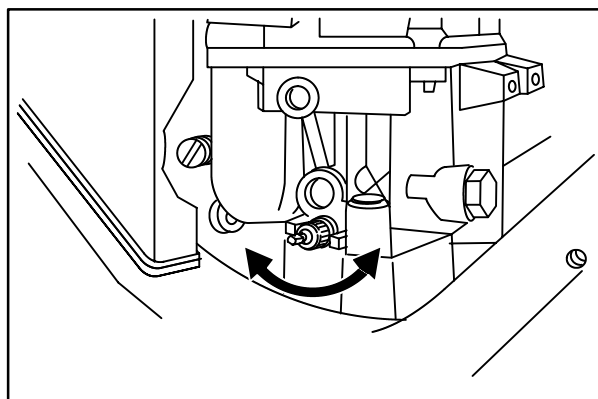

Fig. 11
4. Gire o parafuso da mistura sem carga lentamente no SENTIDO HORÁRIO (1) até que a velocidade comece a diminuir (mistura POBRE), Fig. 11.